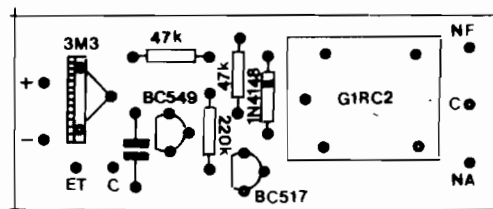

Fig.3
- **FIG. 3 - "CHAPEADO" DA MONTAGEM** - Agora pelo lado não cobreado, e ainda em escala 1:1 (como na figura anterior...), a placa mostra todas as peças já colocadas (menos os sensores, foto-transistores, que ficam fora do Impresso...). O método visual adotado na descrição das montagens, aqui em APE, é sempre muito claro e objetivo, e mesmo iniciantes não encontrarão dificuldades em interpretar as estilizações dos componentes e suas respectivas identificações... Atenção ao posicionamento dos transistores (e também aos seus